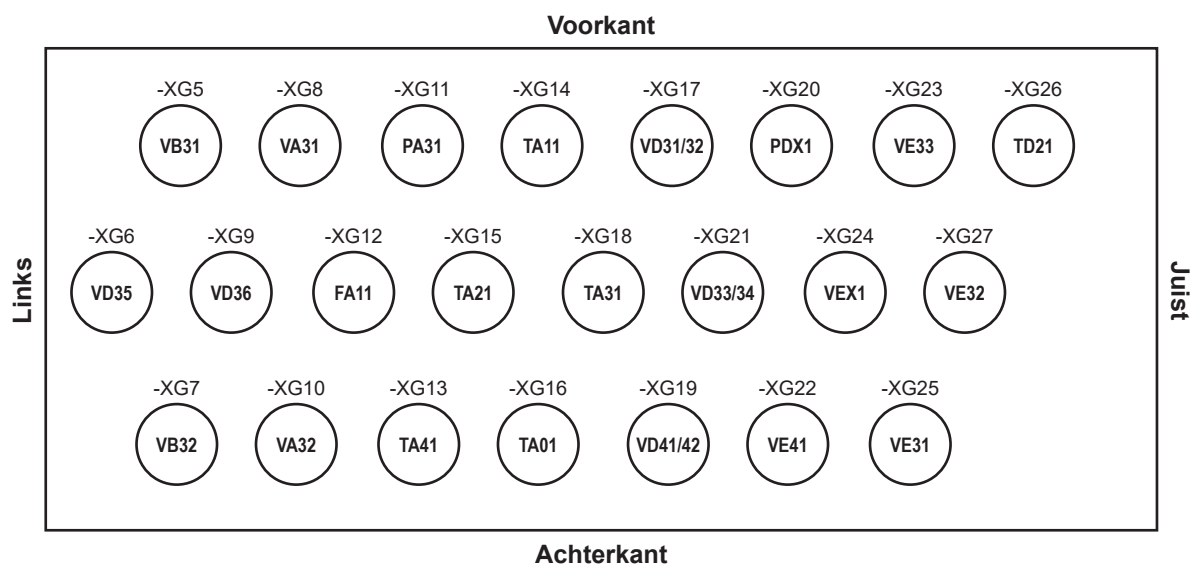

Fig. 5
- Indien de TA01 retourlustratuursensor bij uw pakket is meegeleverd, dient u deze op de retourwaterleiding te monteren voordat er suppletiewater aan de lus wordt toegevoegd. De bedrading voor TA01 is te vinden in Fig. 5 op pagina 14.